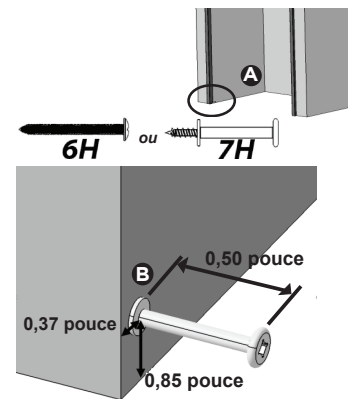
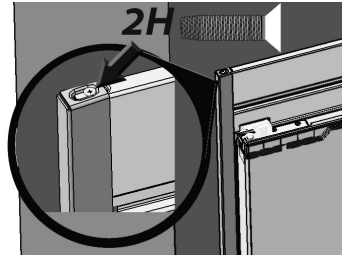

Fig. 9
Fig. 14
5. À l'aide de huit vis 3H et d'une perceuse électrique, fixez les deux supports de fixation de la garniture latérale aux bords de l'armoire avant gauche et droite, les supports allant jusqu'au sol (Fig. 9). Assurez-vous que les fentes rectangulaires dépassent le bord de l'armoire.
10. a. Placez les garnitures latérales en les déposant sur la vis de placement comme illustré à la Fig. 9 et en les plaçant sur la garniture supérieure (Fig. 14).
- b. Fixez une vis 2H de chaque côté de la garniture supérieure (Fig. 14). **Serrez à la main seulement!**